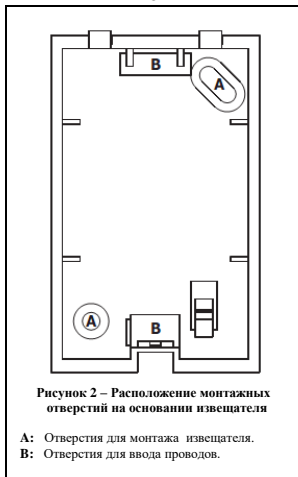

Рисунок 2 – Расположение монтажных отверстий на основании извещателя
3. Вскройте необходимые для монтажа отверстия (см. рисунок 2).
4. Проденьте соединительные провода через отверстия в корпусе извещателя (см. рисунок 2 – отверстия В).